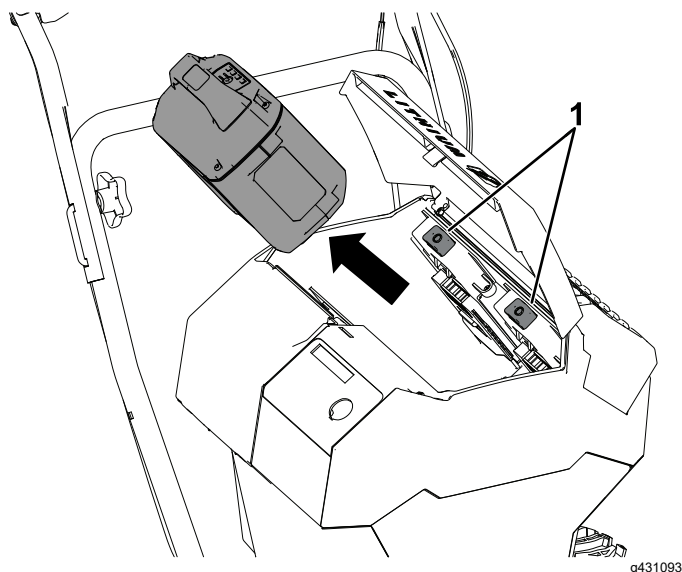

Figure 18
2. Appuyez sur le verrou de la batterie pour la débloquer et la retirer (Figure 18).